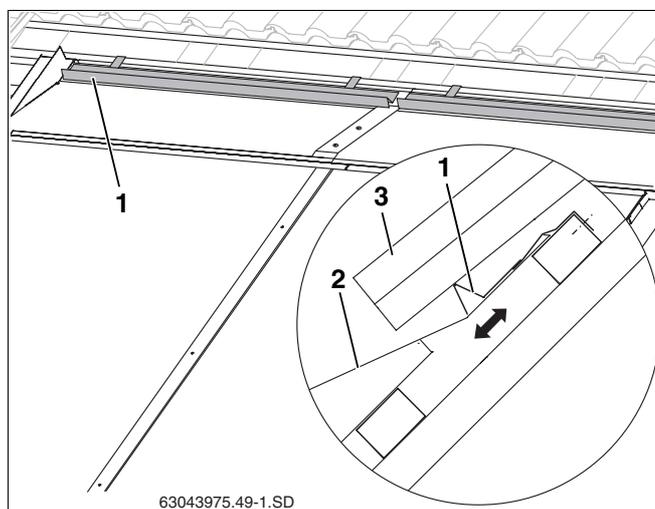

Abb. 61 Pfannenauflage auflegen und befestigen
- sie möglichst weit das Abdeckblech (Abb. 61, **Pos. 2**) überdeckt, dieses jedoch nicht berührt und
- Pfannenauflage (Abb. 61, **Pos. 1**) entsprechend der ermittelten Position auflegen und an Dachlatte befestigen.
- Geschnittene Pfannen (Abb. 61, **Pos. 3**) auflegen.